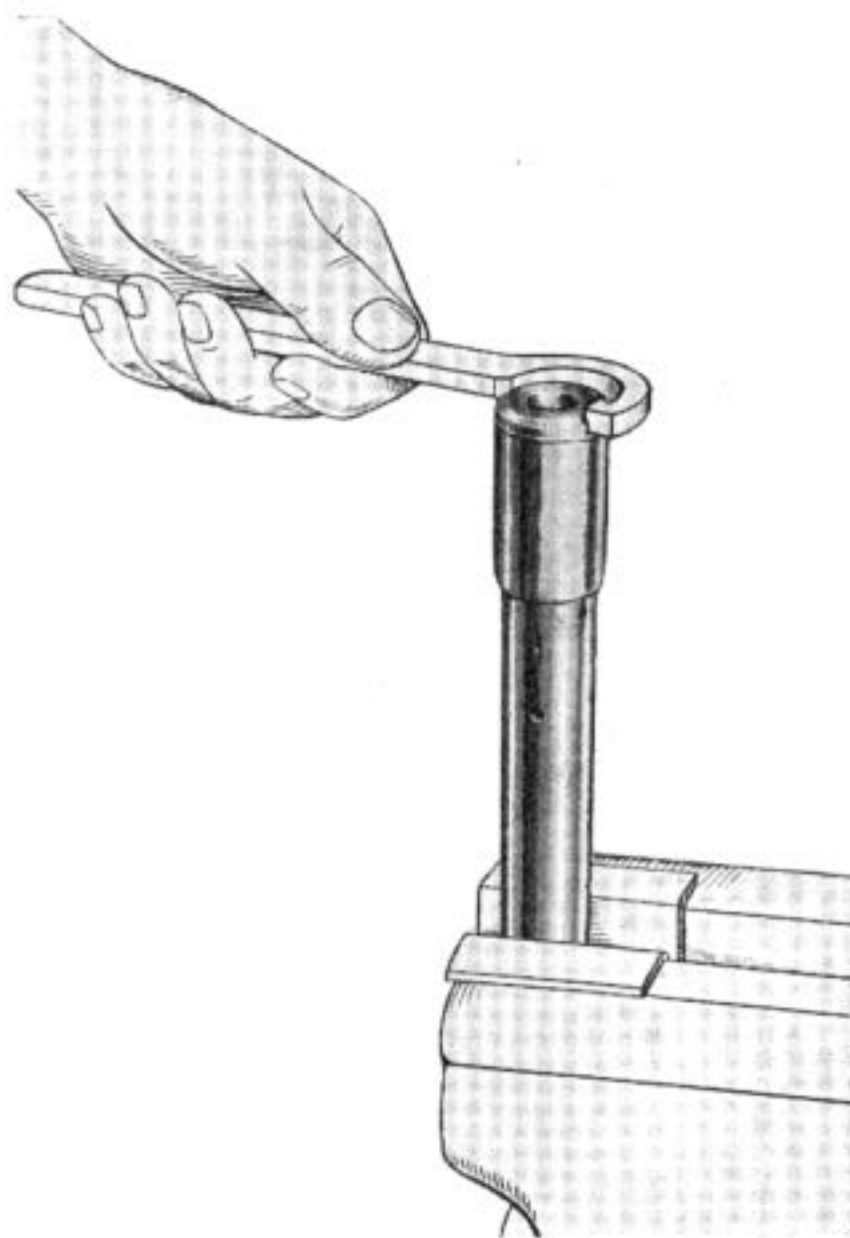

Fig. 32 - Come viene tolta la ghiera per fissaggio boccola inferiore
V) Dopo aver messo il braccio di forza in morsa raddrizzare l'orecchio della ranella di sicurezza e togliere la ghiera per fissaggio boccola inferiore con apposita chiave 23592, come dimostrato a fig. 32.